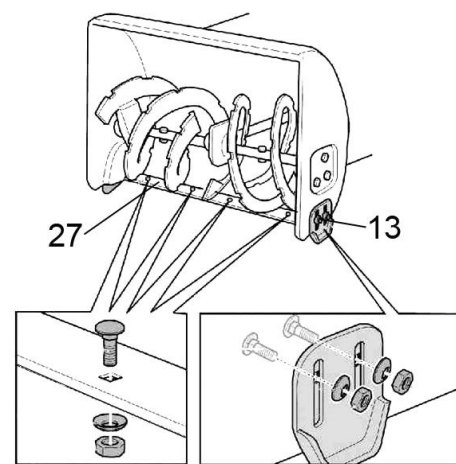

Рис. 7
- При замене ножа (27)(См. Рис.7), открутите болты, гайки с шайбами крепления ножа к снегозаборнику.
- При использовании снегоуборщика на неровной поверхности (гравийные дорожки и т.п.), следует устанавливать максимальное расстояние между ножом (27)(См. Рис.7) и поверхностью земли, перемещая башмаки максимально вниз относительно корпуса снегозаборника.
- При использовании снегоуборщика на ровных и твердых поверхностях, устанавливайте минимальное расстояние между ножом (27)(См. Рис.7) и поверхностью земли, перемещая башмаки максимально вверх относительно корпуса снегозаборника.
- Если ограничительные башмаки (13) будут выставлены таким образом, что подрезной нож (27) (См. Рис.7) будет касаться очищаемой поверхности, то это может привести не только к преждевременному износу подрезного ножа, но и к преждевременному износу ходовой части снегоуборщика.